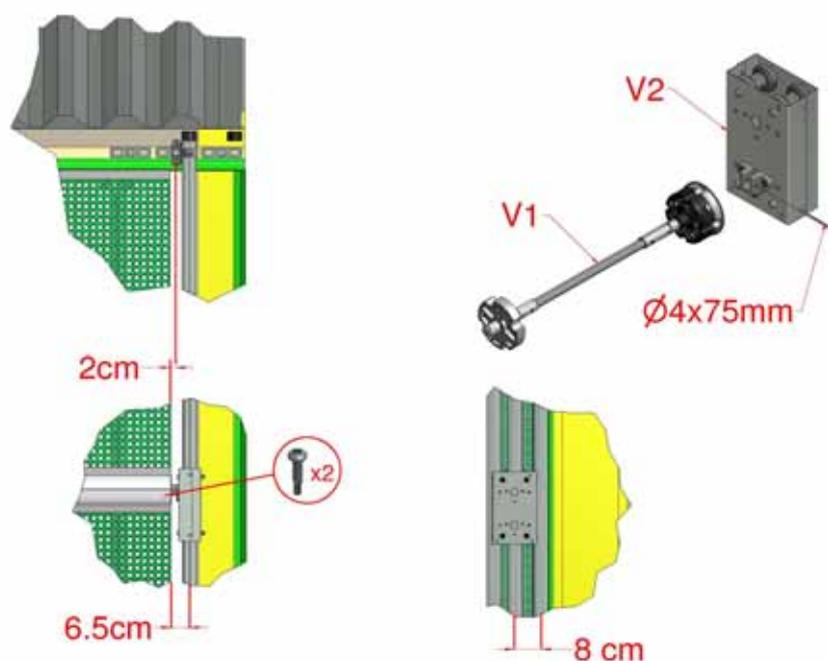

Abbildung 30: Fahrwerkskasten – freies Ende
- 6.1 Zur Montage des als Option erhältlichen Fahrwerkskastens für das freie Ende die zusätzliche(n) stirnseitige(n) Halterungen (E1) am freien Ende montieren, siehe Abschnitt 2.1. Das Ende des unteren Rollrohrs muss 2 cm von der Mitte der oberen stirnseitigen Halterungen (E1) bzw. 6,5 cm von der Mittenlinie des Torsionsrohrs entfernt enden, siehe Abbildung 30.
- 6.2 Für stirn-/stirnseitige Montage Löcher zur Befestigung im Fußboden vorbohren, so dass der Mittelpunkt des Rohrs 8 cm von der Mitte des inneren Führungsrohrs entfernt ist, siehe Abbildung 30. Welle für freies Ende in das Ende des unteren Rollrohrs einschieben und mit zwei selbstbohrenden Schrauben M4.2x19 sichern.